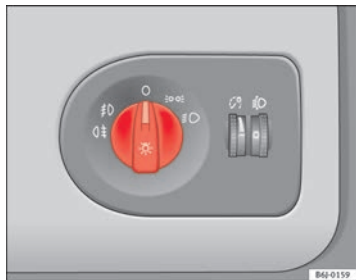

Abb. 51 Ausschnitt aus der Instrumententafel: Schalter für die Leuchten, Nebelscheinwerfer und Nebelschlussleuchte
- Drehen Sie den Lichtschalter ⇒ Abb. 51 in Stellung ☀️.